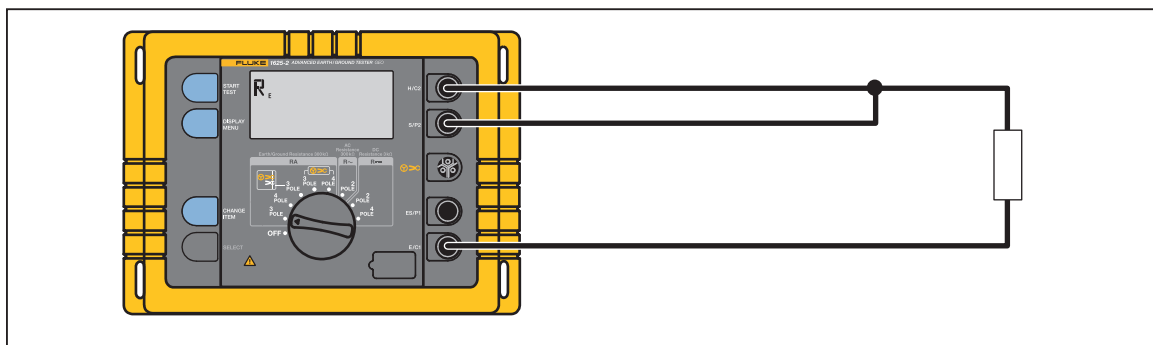

Figure 8. Correction des erreurs du transformateur à pince
1. Brancher à une résistance à faible résistance (environ 1 ohm dans la gamme à corriger) conformément à la figure 8.